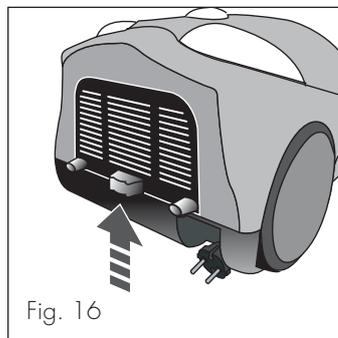

Fig. 16
O filtro está situado sob as aberturas de saída do ar. Para o substituir, prima e levante a grelha (O) (fig. 16). Substitua o filtro colocando-o na respectiva sede e, de seguida, feche novamente a grelha, pressionando-a ligeiramente até ouvir o estalido do gancho de bloqueio; se o seu aparelho possuir um filtro HEPA, certifique-se de que o posiciona com a parte de borracha virada para o aparelho.